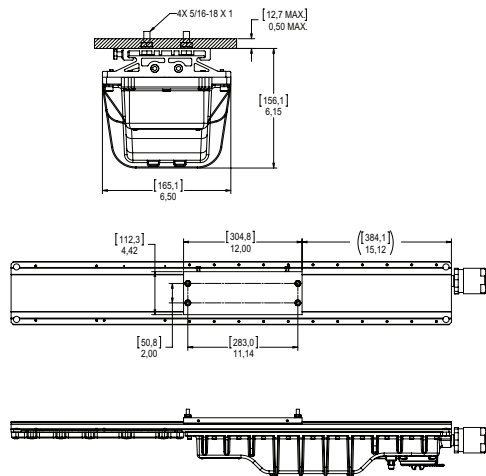

Figure 2. Montage arrière du ZP1057MTK
3. Pour le montage arrière, utiliser le support comme modèle pour marquer des trous et les percer dans la surface de montage, puis utiliser les boulons de 5/16 po inclus (voir la figure 2).
5. Il est fortement recommandé que deux (2) professionnels qualifiés réalisent le montage final du luminaire, afin d'éviter des blessures corporelles ou des dommages au luminaire.
6. Placer les quatre (4) boulons de 5/16 po dans la plaque de montage et les serrer uniformément sur la structure de support. Le couple minimal est de 15,6 N.m (138 lb-po).
7. Faire glisser le luminaire sur le support de montage de manière à engager la bride sur le luminaire, puis positionner celui-ci près du centre. Pour le positionner définitivement, se reporter à la figure 2.
8. Serrer les quatre (4) vis de pression de 1/4 po du support coulissant jusqu'en butée. Serrer avec un couple de 8,8 N.m (78 lb-po).